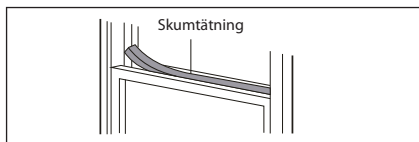

Fig. 17
7. Kapa skumtätningen till lämplig längd och täta mellanrummet mellan den övre och yttre fönsterbågen såsom visas i Fig.17.